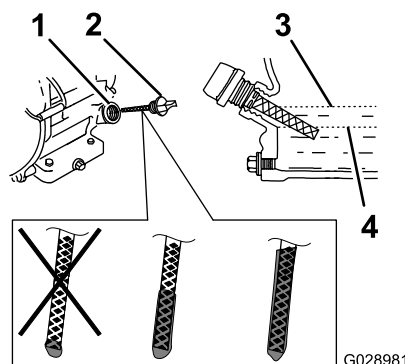

Figure 43
- Sortez la jauge (Figure 43) et versez lentement de l'huile par l'orifice de remplissage jusqu'à ce qu'elle atteigne le repère supérieur (bord inférieur de l'orifice de remplissage) sur la jauge.